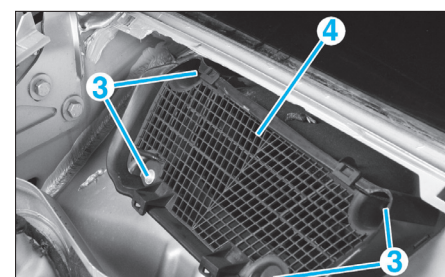

FIG. 13
- les vis de fixation (3) de la grille (4) du boîtier de recyclage d'air depuis le compartiment moteur (fig. 13).
- la grille d'entrée d'air du boîtier de recyclage d'air (fig. 13).